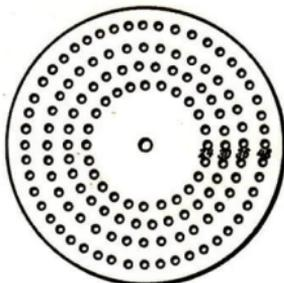

Abb. 151 Lochsirene
Eine Scheibe mit mehreren kreisförmig angeordneten Lochreihen, eine sog. *Lochsirene*, drehen wir auf einer Schwungmaschine um ihre Achse und blasen durch ein Rohr gegen die innere Lochreihe (Abb. 151). Dadurch entsteht hinter der Lochscheibe eine rasche Folge von Luftstößen. Die durch sie ausgelösten Schallwellen pflanzen sich bis an unser Ohr fort; wir hören einen Ton. Warum hören wir bei gleichbleibender Drehgeschwindigkeit höhere Töne, wenn wir die äußeren Lochreihen anblasen? Wie ändert sich die Tonhöhe, wenn wir die Scheibe schneller drehen?
Blasen wir die Lochreihen von innen nach außen bei gleichbleibender Drehgeschwindigkeit an, so fällt uns der Wohlklang der Tonfolge auf. Die ersten drei Töne bilden den sog. *Dreiklang*, der vierte Ton bildet die *Oktave* zum Ausgangston. Auf unserer Sirene lesen wir die an die Lochreihen geschriebenen Lochzahlen ab, nämlich 24, 30, 36 und 48 (vgl. Abb. 151). Welchen größten gemeinsamen Teiler enthalten sie? Teile sie durch diese Zahl! Sie wachsen also wie die Zahlen 4, 5, 6 und 8. Da sich alle Lochreihen gleich schnell drehen, wachsen auch die Schwingungszahlen der von ihnen erzeugten Töne in der gleichen Weise, ganz unabhängig von der Wahl des Ausgangstones. In der Musik bezeichnet man die Töne mit lateinischen Buchstaben und ordnet sie in *Tonleitern* an. Die einfachste Tonleiter ist die c-Dur-Tonleiter. Sie umfaßt die Töne
1. Eine vierreihige Lochsirene nach Art von Abb. 151 macht in der Sekunde 10 Umdrehungen. Wie groß sind die Schwingungszahlen der von ihr erzeugten Töne?